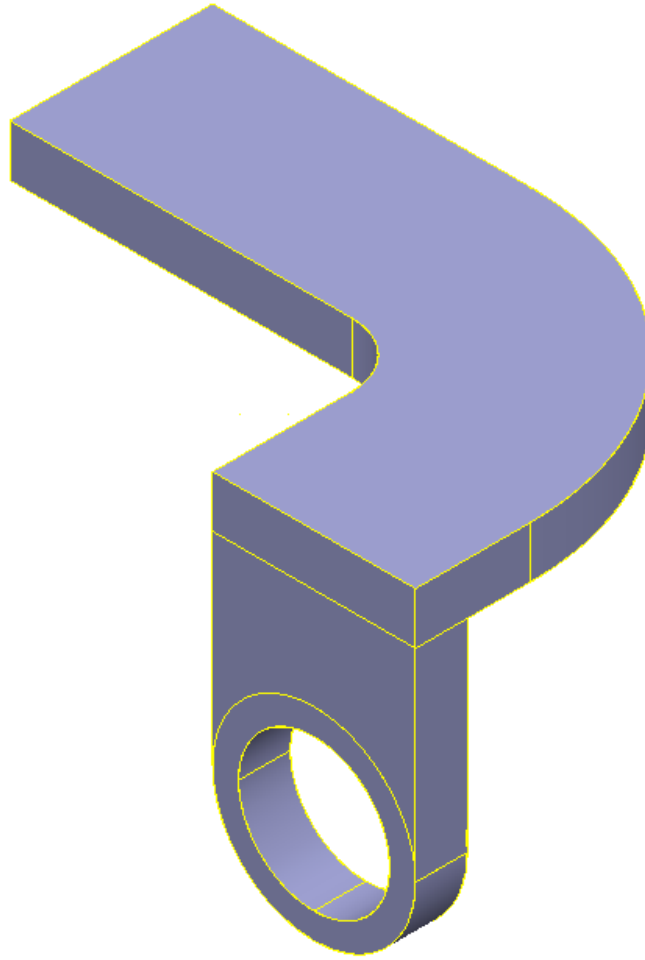

Figura 2.96 Figura creada.
- Seleccionar el menú Operaciones con Sólidos , seleccionar la opción Borrar el sólido, superficie o símbolo seleccionado desde el sólido activo , borrar la línea de construcción (Figura 2.96).